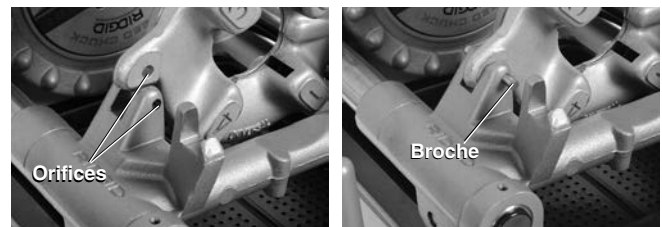

Figure 26 – Rétention de la tête de filière à gauche
- Enfilez une broche de $\frac{5}{16}$ " et de 2" de long à travers les orifices du support de chariot et de la tête de filière à gauche pour la retenir (*Figure 26*).